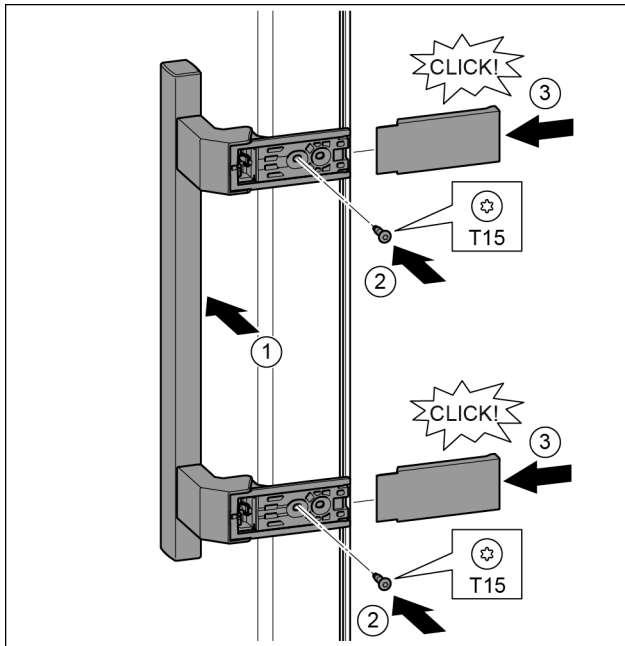

Fig. 37
- ▶ Griff auf der Gegenseite ansetzen. Fig. 37 (1)
- ▶ Schrauben mit Schraubendreher T15 festschrauben. Fig. 37 (2)
- ▶ Abdeckungen seitlich ansetzen und aufschieben. Fig. 37 (3)